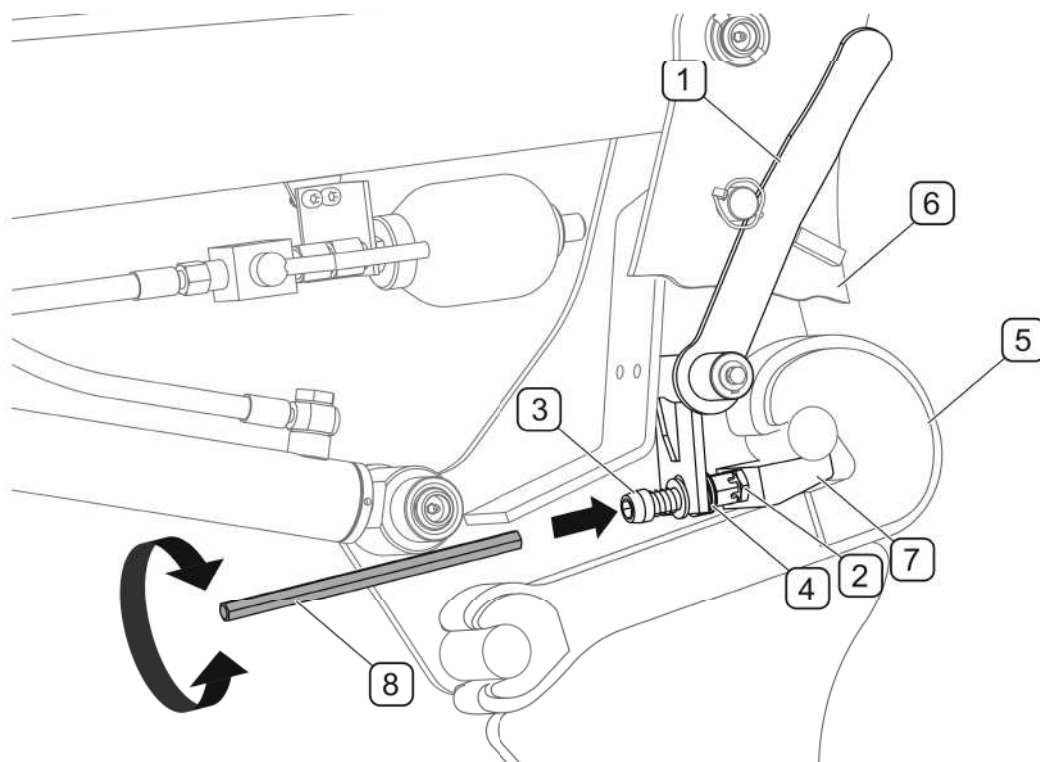

РИСУНОК 5.2 А Регулировка замков быстрой сцепки
Если после крепления стрелы на несущей конструкции в рычаге (1) в положении "закрыто" чувствуется зазор, то это значит, что нужно отрегулировать замки (РИСУНОК 5.2 А). Проверку и регулировку нужно осуществлять для обоих замков, только когда стрела навешена на раму. Для регулировки рекомендуется использовать специальный ключ (8).